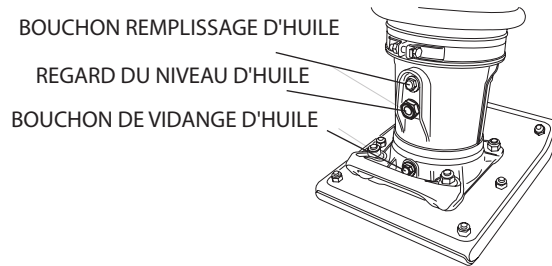

Figure 14. Bouchon de vidange d'huile
- Retirer le bouchon de vidange d'huile sur le boîtier du pied (Figure 14), et vidanger l'huile. Le remplir jusqu'à environ